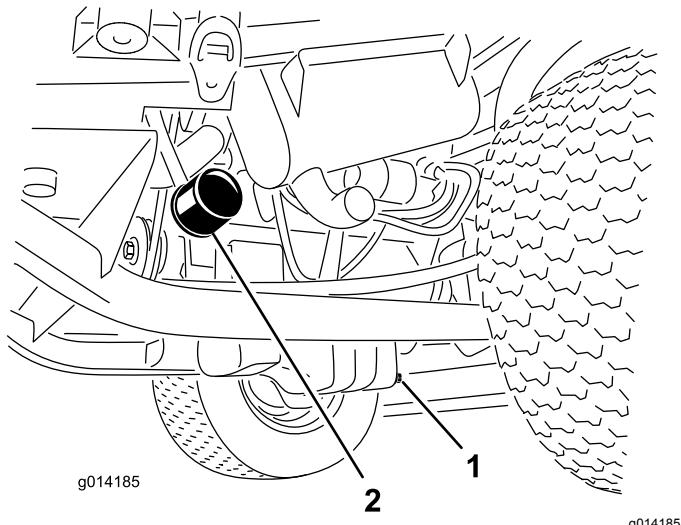

Figura 33
1. Retire o tampão de escoamento (Figura 33) e deixe o óleo escorrer para um recipiente adequado.
3. Retire o filtro do óleo (Figura 33).